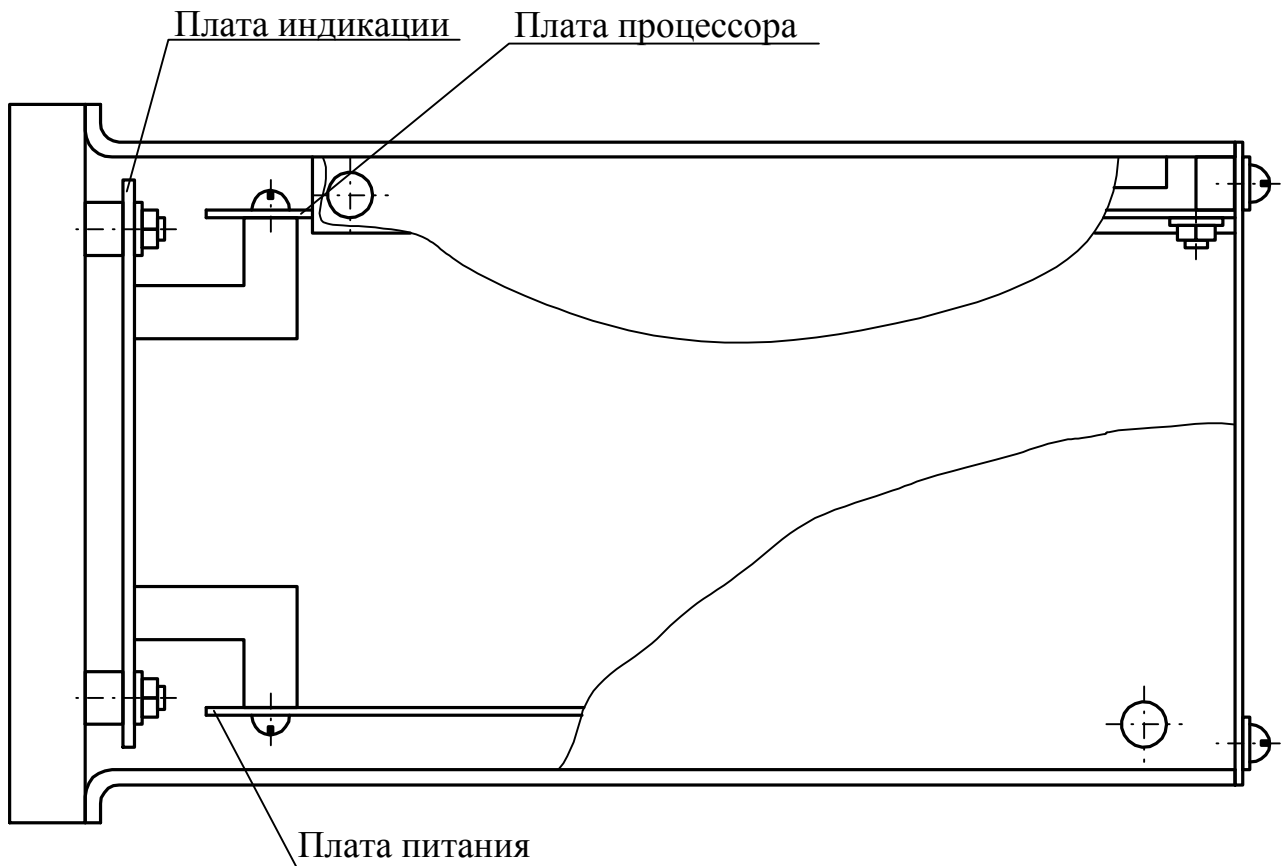

Рисунок 2 - конструкция счетчика.
4.2.1 Конструкция счетчика (рисунок 2) состоит из кожуха и электронного блока.